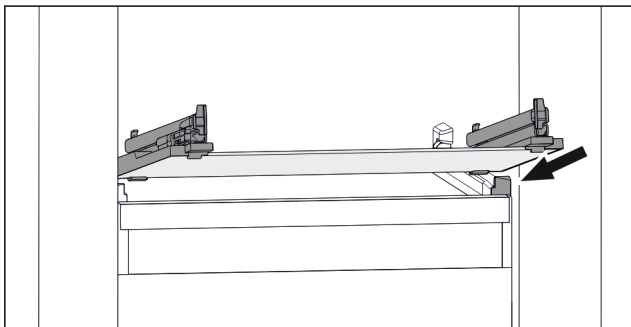

Fig. 46 Shembull ilustrues i pllakës së xhamit
- Vendosni pllakën e xhamit pjerrtas prapa ndaluesve. (shihni Fig. 46)